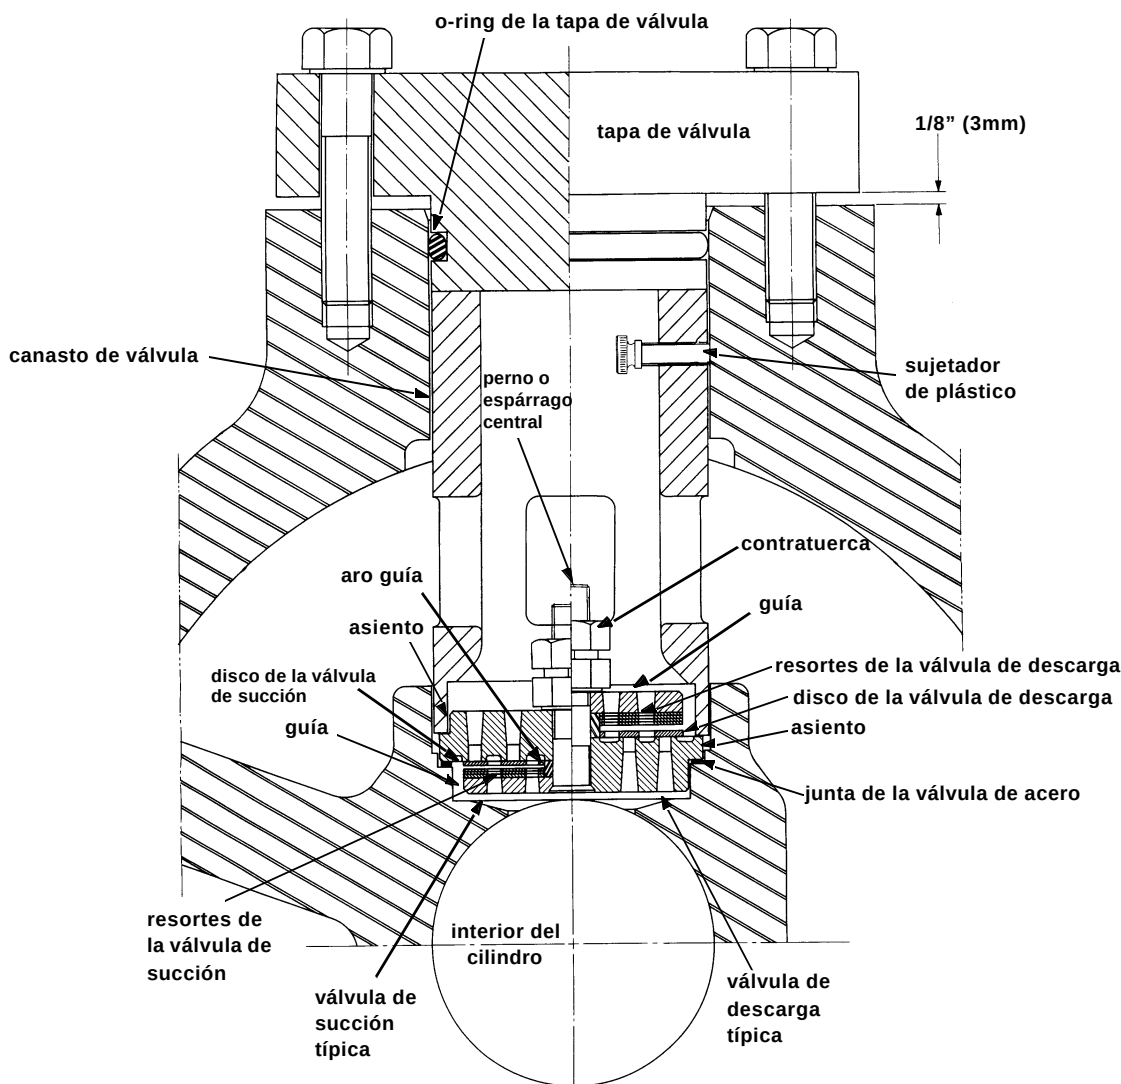

FIGURA 5-19 CONJUNTOS DE VÁLVULAS TÍPICOS
1. Afloje un poco todos los pernos de la tapa de cada válvula. Con todos los pernos flojos, la tapa debe permanecer en su posición original. Si se mueve sola, ¡deténgase! Ventee completamente el cilindro, según indicado en el cuadro Precaución. La Figura 5-19, página 5-34 presenta un conjunto de válvula típico.